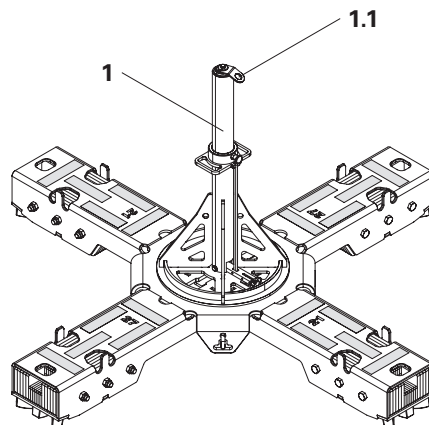
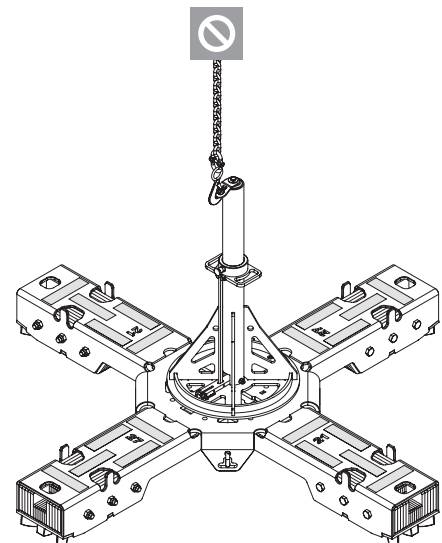

Abb. B4.02
Abb. B4.03
- Für die Absturzsicherung ausschließlich Anschlagöse (1.1) am SKY-Anker (1) verwenden. (Abb. B4.02) Anschlagöse (1.1) nicht für Hebevorgänge verwenden! (Abb. B4.03)